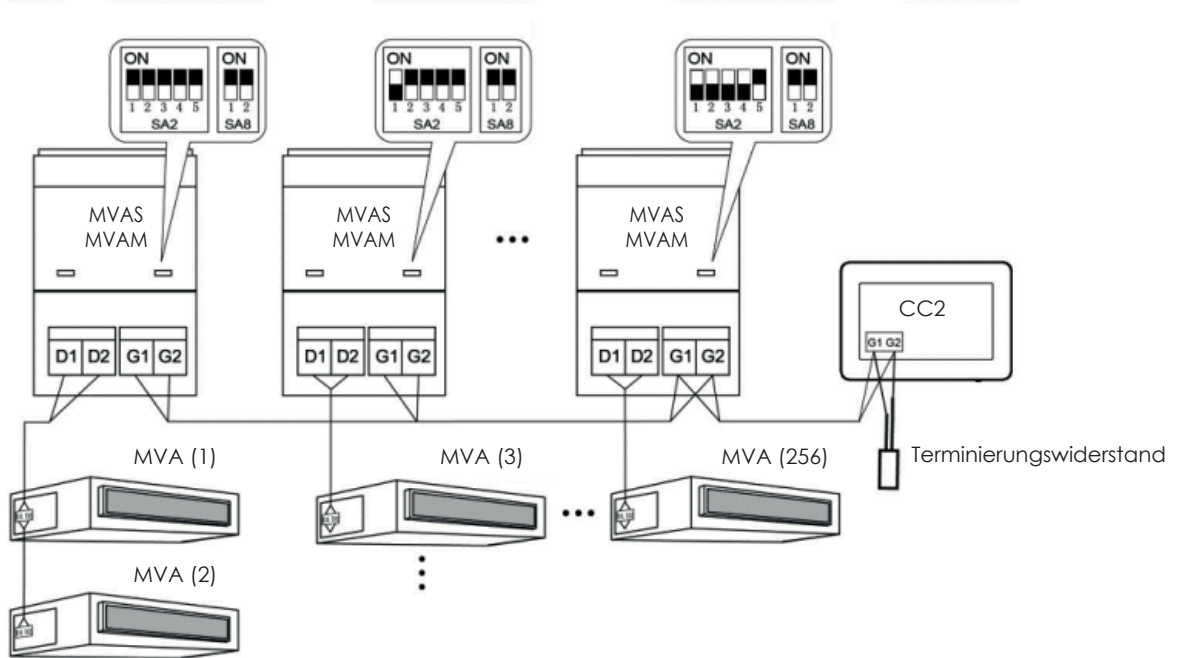

Abb. 3.5 An das externe Netz angeschlossene zentrale Steuereinheit
3. Wenn die zentrale Steuereinheit an das Netz der Außengeräte angeschlossen werden muss, die Anschlüsse gemäß Abb. 3.5 herstellen. Die zentrale Steuereinheit kann nur mit dem Abschlussystem des externen Netzes verbunden werden. Einen mit den Kommunikationskabeln übereinstimmenden Widerstand an den Schnittstellen G1 und G2 hinzufügen.